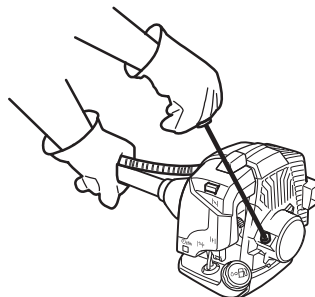

Fig. 13
- > Tirez sur cette poignée [4] pour lancer le moteur (Fig. 13).